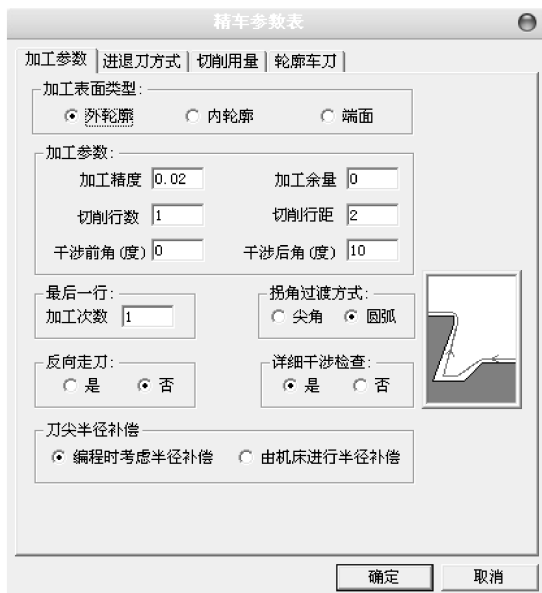
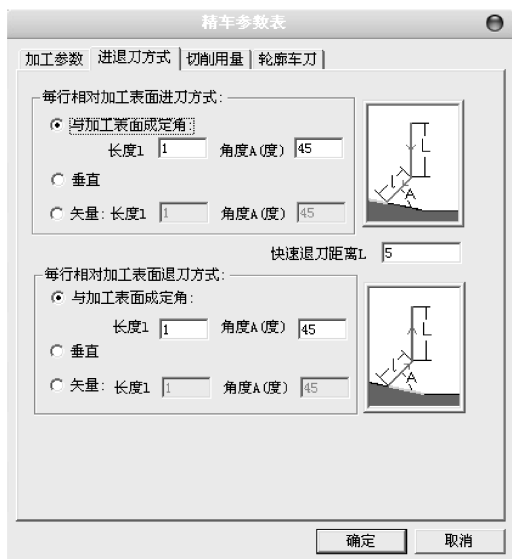

图 7-10 【精车参数表】对话框
图 7-11 精车进退刀方式参数表
1) 在【数控车】主菜单中选择【轮廓精车】命令,系统弹出【精车参数表】对话框,如图 7-10 所示。
单击图 7-10 所示对话框中的【进退刀方式】选项卡，即可进入进退刀方式参数表，如图 7-11 所示。该参数表用于对加工中的进退刀方式进行设置。
(3) 切削用量 切削用量参数表的说明请参考轮廓粗车中的说明。
(4) 轮廓车刀 单击图 7-10 所示对话框中的【轮廓车刀】选项卡，即可进入轮廓车刀参数表，该参数表用于对加工中所用的刀具参数进行设置。具体的参数说明请参考刀具库管理中的说明。